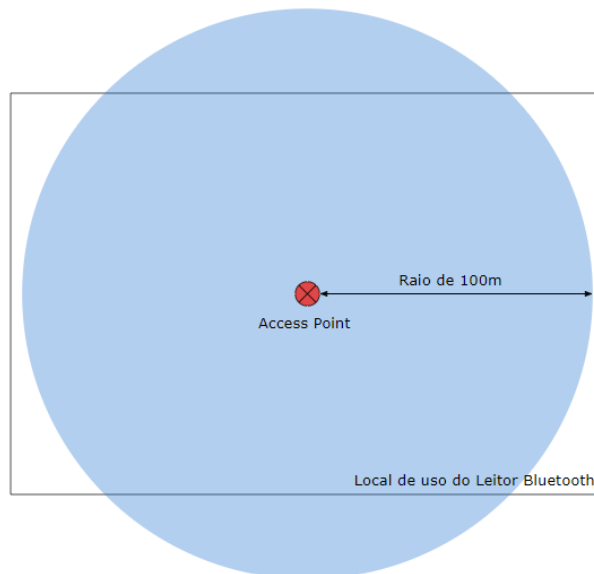

Figura 1 - Local Ideal para o Host
Passo 1. Posicione o access point (host) em um ambiente aberto (como mostrado na Figura 1).